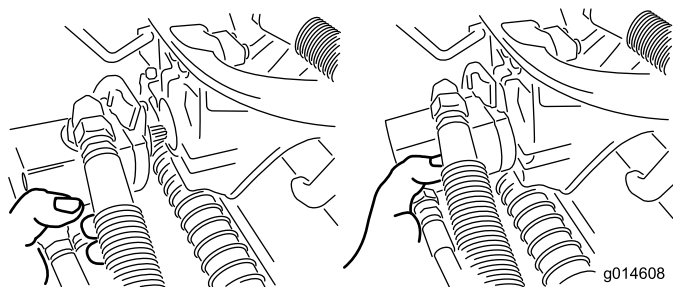

Figura 34
3. Mueva el motor al lugar de almacenamiento en la parte delantera del brazo de suspensión (Figura 34).